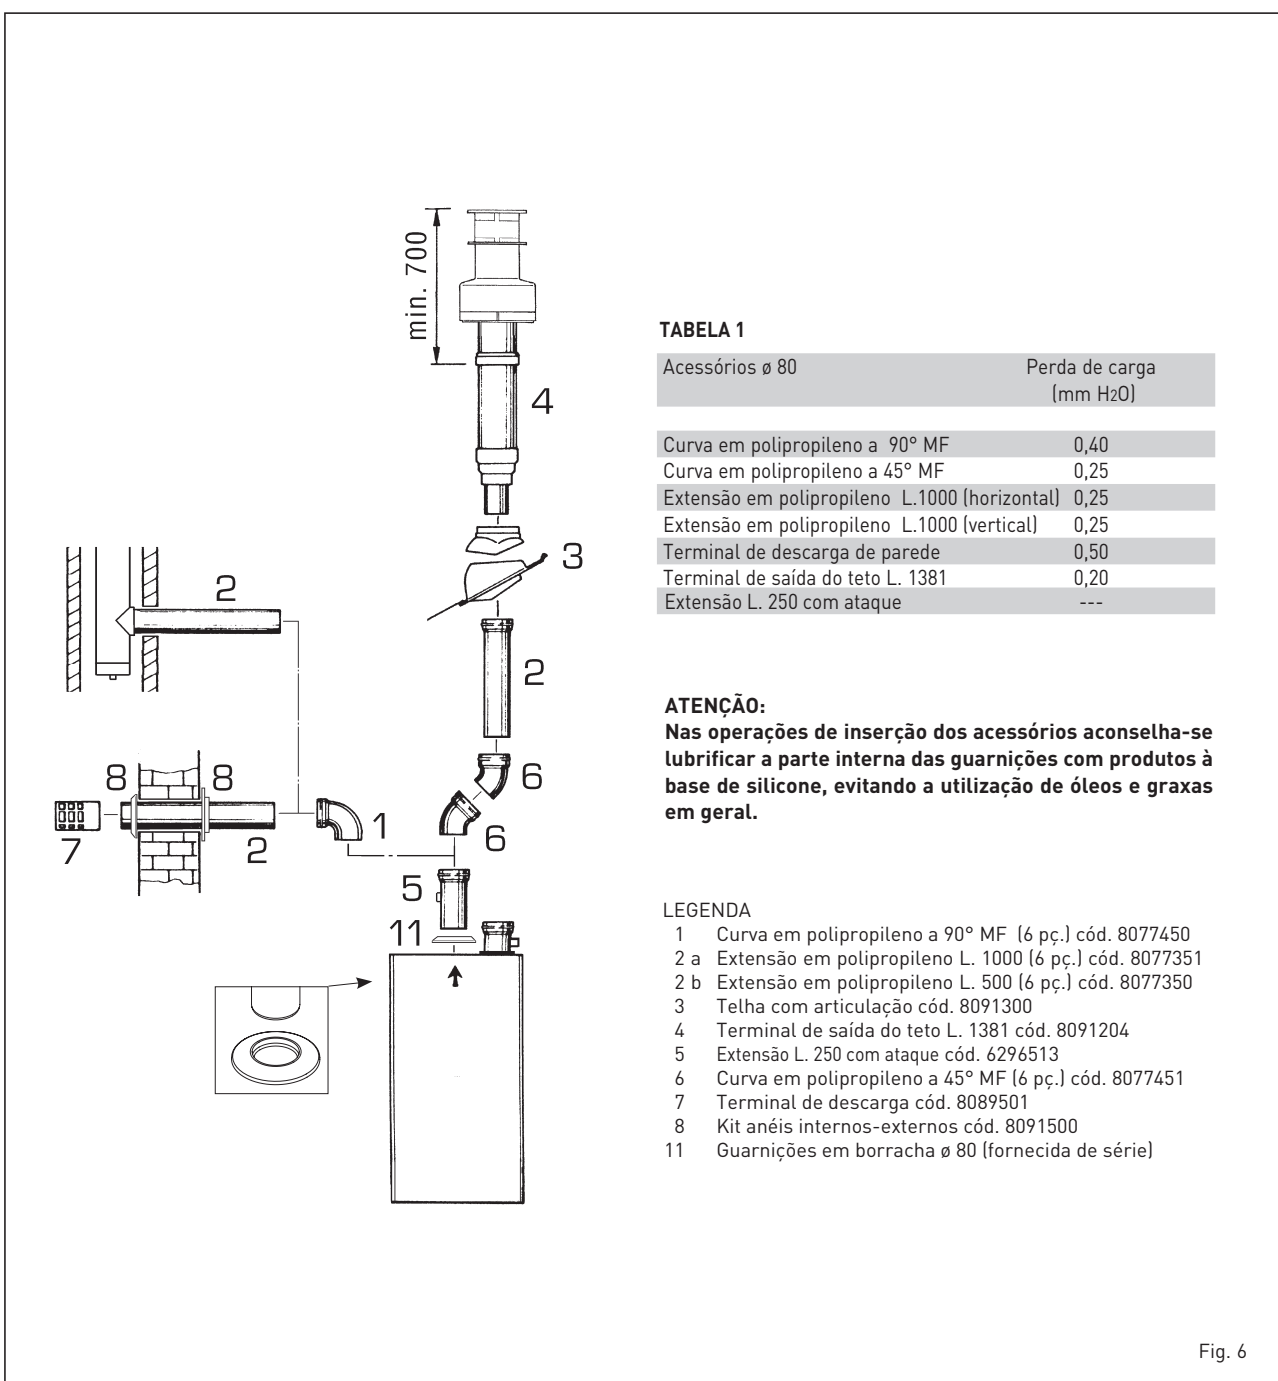

Fig. 6
Para a realização desta configuração de descarga deve-se tomar como referência a fig 6. Juntamente com a máquina é fornecida uma guarnição em borracha com $\varnothing 80$ que deve ser utilizada do modo mostrado na figura.
da fig. 6/a.
2.5.1 Acessórios das condutas separadas (fig. 6/b)
Os esquemas da fig. 6/b ilustram alguns